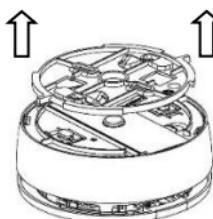

Figura 5
2. Quite el soporte de montaje de plástico del detector (*ver la Figura 5*).
1. Quite el soporte de montaje de plástico del detector (*ver la Figura 5*).